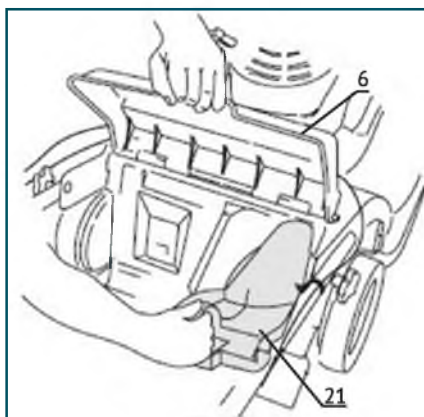

Рис.8
Мульчирующая заглушка повышает эффективность работы при мульчировании. Перед установкой мульчирующей заглушки поднимите заднюю крышку (6) и снимите травосборник. Поднимите заднюю крышку (6) и установите заглушку (21) как показано на Рис. 8. При повторной установке травосборника не забудьте удалить заглушку.